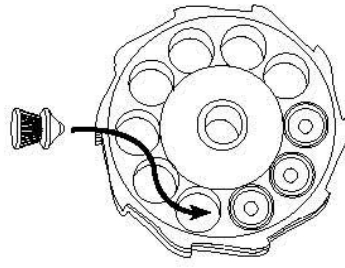

Fig. 9
3. Lad pistolen ved at lægge hagl i magasinet bagfra (fig.9). Skub haglenes næse gennem sikringsringen, indtil kraven ligger på linje med eller under den nederste del af magasinet kant.